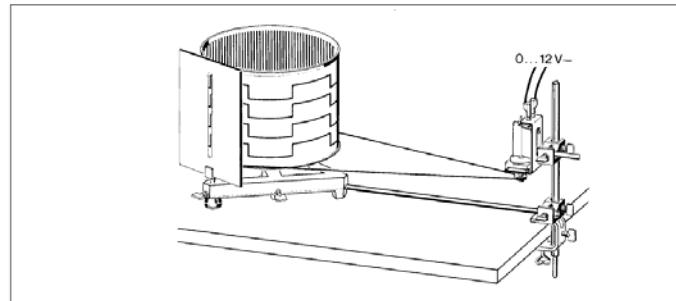

Abb. 3
Den Grundaufbau der Streifentrommel zeigt Abb. 3; die dafür verwendeten Teile sind aus der Geräteliste zu ersehen. Der Antrieb der Streifentrommel erfolgt von einem seitlich angeordneten Motor mit Getriebe. Die Trommel wird dazu auf einem Stativfuß aufgestellt, der Motor mit Tischklemme, Stativstange und Doppelmuflle an der Tischkante befestigt. In den Stativfuß schraubt man noch (nach Entfernen einer Schraube) eine Stativstange mit Gewindeansatz M10 und haltert das andere Stangenende in einer weiteren Doppelmuflle am Motorstativ. Diese Vorrichtung dient zur Fixierung des Abstandes von Trommel und Motor, bei dem der über den unteren Trommelrand und die Motorschnurscheibe gelegte Antriebsriemen richtig gespannt ist. Trommel und Motor müssen außerdem in der Höhe so ausgerichtet sein, dass der Riemen waagerecht verläuft. Durch Ändern der Spannungsversorgung des Motors zwischen 0 und 12 V - können Trommel-Drehzahlen zwischen 0 und 150 pro Minute eingestellt werden. Die genaue Drehzahl errechnet man aus der Anzahl der Umdrehungen in einer zu messenden Zeitspanne (bei höheren Drehzahlen genügen z.B. 10 Sekunden). Eine auf den Rand der Trommel geklebte Marke - oder ein Stückchen Bindfaden, das bei jeder Umdrehung an die Hand schlägt - erleichtert die Zählung.
4.1 Test des menschlichen Reaktionsvermögens (Abb. 3)